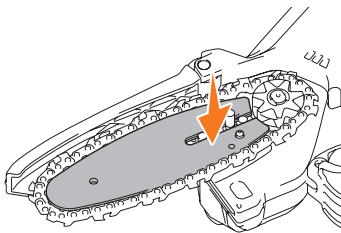

Рис. 7
- Прижмите шину к корпусу, натяжение цепи произойдет автоматически (Рис. 7).